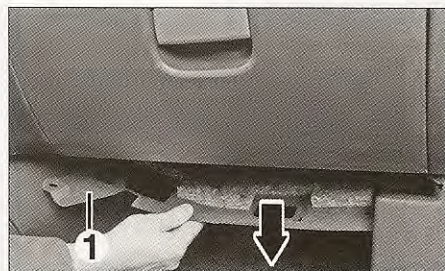

FIG. 4
- Desmontar la guarnición inferior derecha (1) del salpicadero debajo de la guantera (fig. 4).